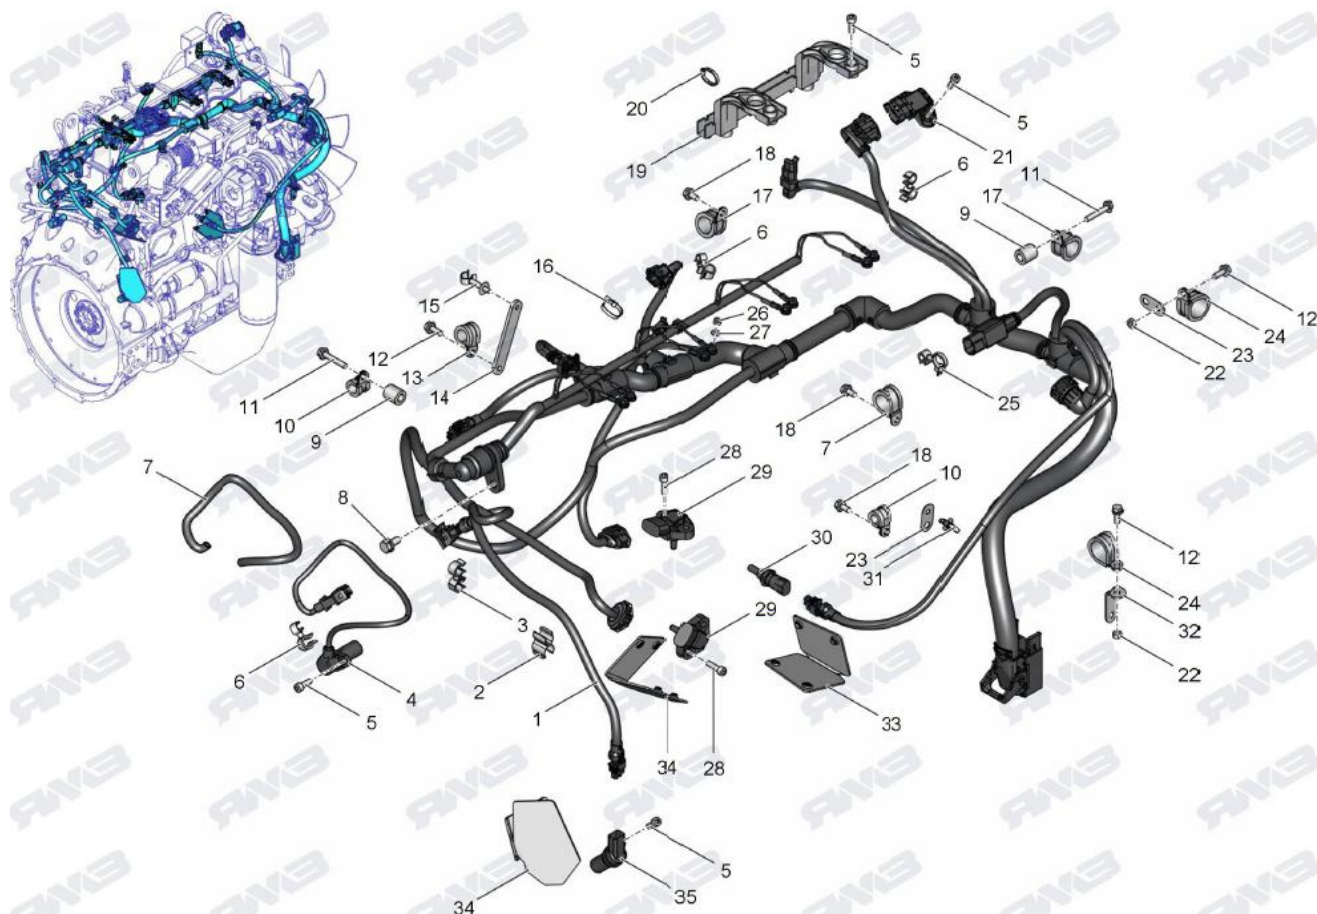

Рис. 12.
1. Отсоединить скобы (3,6) рис. 12 держатели (2), хомуты (25) крепления жгута.
2. Снять: хомут (10) отвернув болт М6-6gx35-8.8 его крепления ключом S10; кронштейн (14) хомут (13) отвернув болт М6-6gx16-8.8 (12) ключом S10 сняв держатель (15); хомут (17) отвернув болт М6-6gx12-8.8 (18) ключом S10, хомут (17) отвернув болт М6-6gx35-8.8 (11) ключом S10; хомуты (24) отвернув болты М6-6gx16-8.8 (12) ключом S10, хомут (10) отвернув болт М6-6gx12-8.8 (18) ключом S10, срезать хомут кабельный (31); снять хомут (17) отвернув болт М6-6gx12-8.8 (18) ключом S10.
- датчика положения распределительного вала (4),
- датчика частоты вращения двигателя (35)
- датчика температуры и давления топлива и масла (29)
- датчика температуры ОЖ (30)
- датчика температуры и давления воздуха (21)
1. Снять 2 кронштейна (19) рис.12 крепления жгута отвернув 8 винтов (5) М6-6gx16-8.8 ключом S_{вн} 5.
4. Установить датчик положения распределительного вала (4) рис.12 и датчик чистоты вращения двигателя (35) в соответствующие отверстия картера маховика, ввернув винты их крепления обеспечив момент затяжки $M_{кр}$ от 8 до 10 Н м.
5. Установить датчик температуры и давления воздуха (21) на патрубок впускной, ввернув винт его крепления, обеспечив момент затяжки $M_{кр}$ от 8 до 10 Н м.
- датчика температуры и давления топлива и масла (29),
- датчик частоты вращения двигателя (35)
- датчик температуры охлаждающей жидкости (30)
2. Установить жгут проводов в расточку головки цилиндров, разложив провода жгута проводов в канавках кронштейнов и ввернув болт М8-6gx16-8.8 (8) рис.12, обеспечив затяжку моментом $M_{кр}$ от 20 до 25 Н·м.
3. Закрепить клеммы проводов жгута на инжекторах, завернув гайки (26) крепления клемм предварительно от руки, окончательно обеспечив затяжку моментом $M_{кр}$ от 1,25 до 1,75 Н·м. Закрепить провода жгута инжектора в канавках кронштейнов с помощью стяжек (20).
4. Подсоединить разъемы жгута проводов к соответствующим датчикам и закрепить жгут: хомутом (10), ввернув болт М6-6gx12-8.8 (18), хомутами (24) ввернув болт М6-6gx16-8.8 (12), хомутом (17) ввернув болт М6-6gx35-8.8 (11), хомутами (17) ввернув болты М6-6gx12-8.8 (18). хомутом (13) установив его на кронштейн (14), ввернув болт М6-6gx16-8.8 (12), держатель (15), хомутом (10) ввернув болт М6-6gx35-8.8 (11)
5. Установить скобы (3,6), держатели (2) и хомут (25)